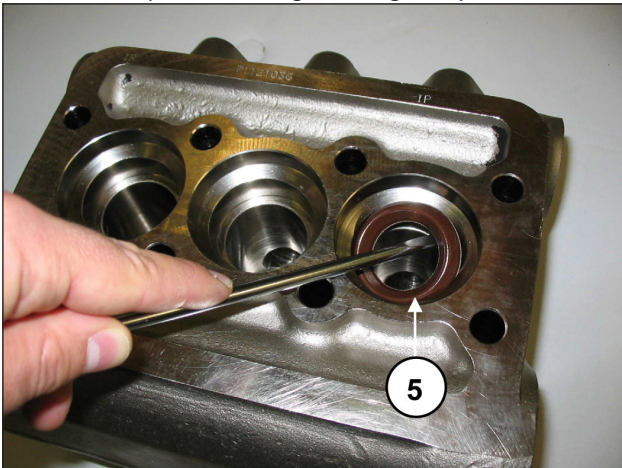

Fig. 21
C) Extraire les bagues d'étanchéité à haute pression de la tête et celles de basse pression du support correspondant en utilisant des outils ordinaires (Fig. 21, rep. ⑤) et en ayant soin de ne pas endommager les sièges respectifs.